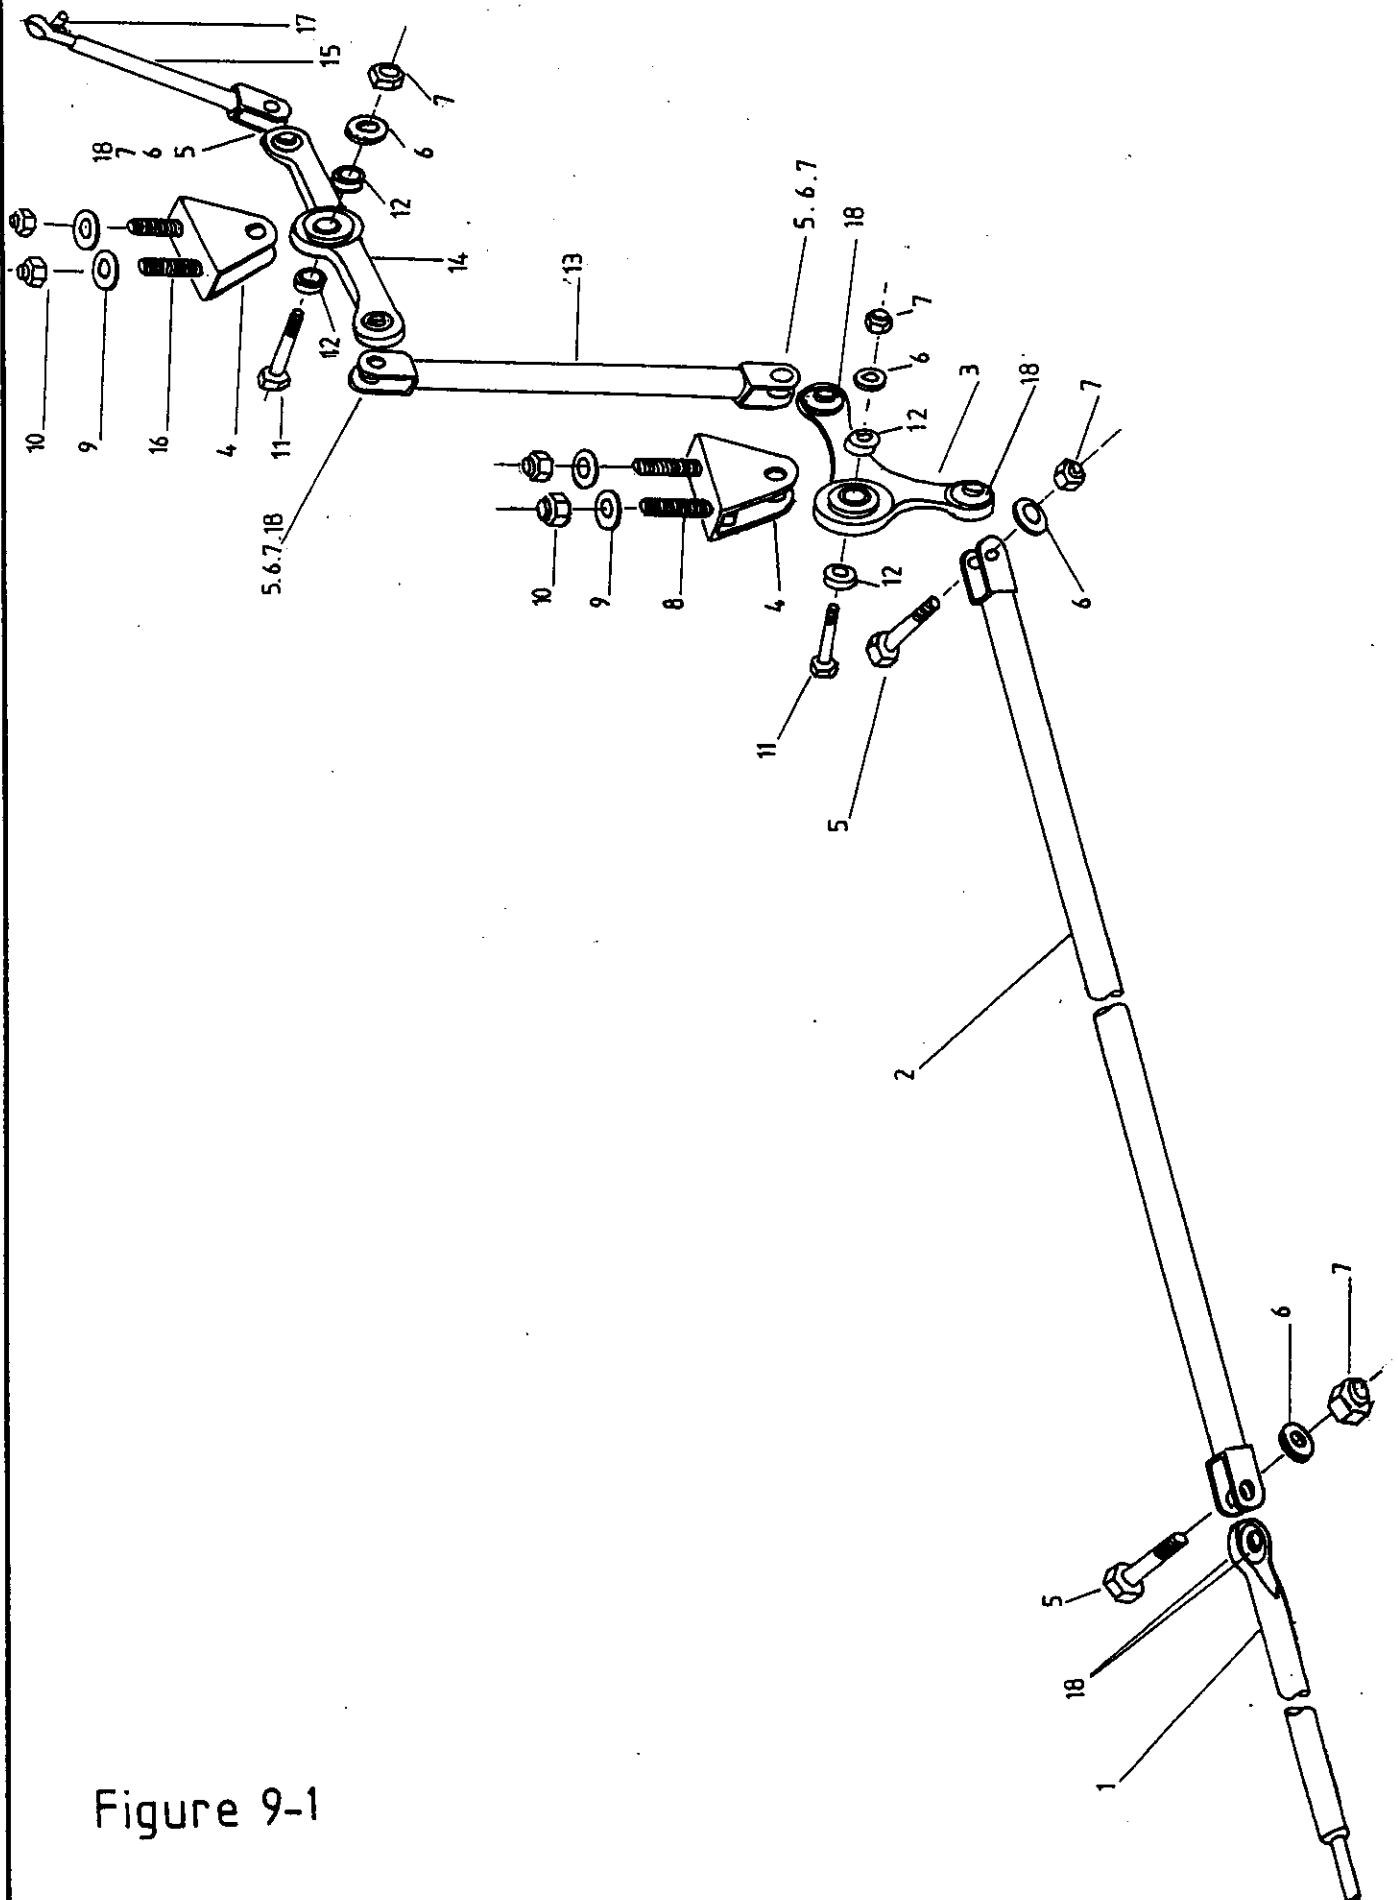

Figure 9-1
- Figure 9-1 : Commande de profondeur dans le fuselage (branch^t manuel)